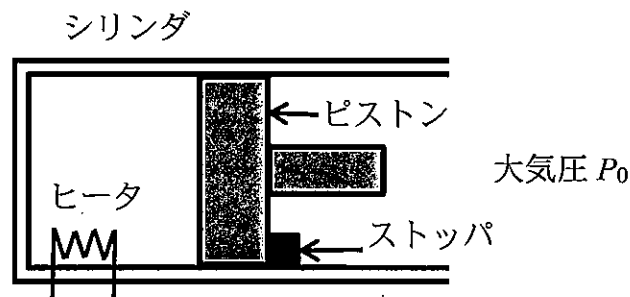

図1
- 【1】 図1のように、シリンダ内に漏れなく、摩擦なく動くピストンが入っており、ストッパにより図の位置で停止している。そのとき、質量 m 、大気圧 P_0 、温度 T_0 のガスが閉じ込められており、その容積は V_0 であった（状態0）。まず、シリンダ内のヒータにより、ガスに熱量 Q が与えられた（状態1）。ここで、ガスは理想気体とし、定容比熱を c_v 、比熱比を κ とする。また、この閉じた系は周囲とは断熱されており、ヒータの容積は無視する。以下の問いに答えよ。
- (1) 状態1における温度および圧力を求めよ。
- (2) 状態0から状態1までのエントロピーの変化を求めよ。